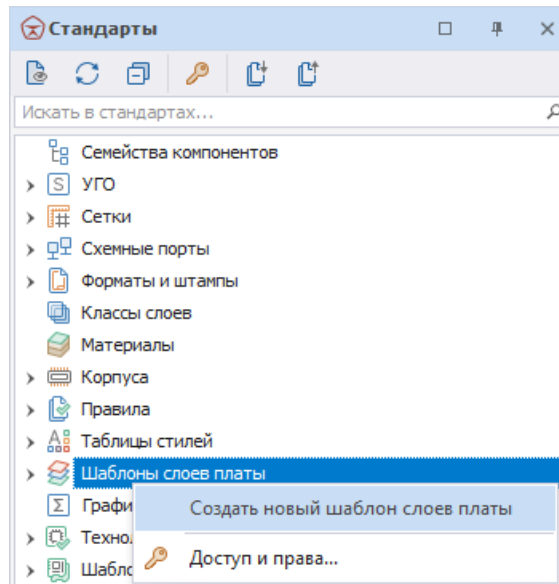

Рис. 114 Создание шаблона слоев платы
2. Вызовите контекстное меню с узла «Шаблоны слоев платы» и выберите пункт «Создать новый шаблон слоев платы», Рис. 114.